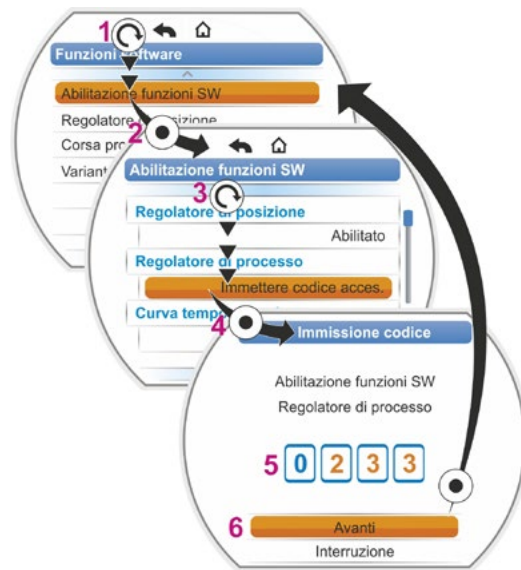

Fig. 2: Abilitazione funzioni software
2. Selezionare "Abilitazione funzioni SW" (fig. 2, pos. 1) e confermare (fig. 2, pos. 2).